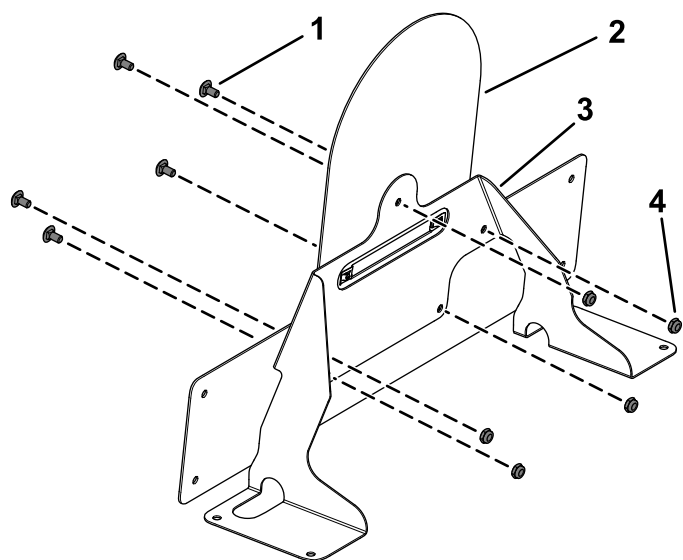

Figura 27
7. Prenda a montagem da placa de velocidade na montagem do marcador utilizando cinco parafusos de carroçaria ($\frac{1}{4} \times \frac{1}{2}$ pol.) e cinco porcas de bloqueio ($\frac{1}{4}$ pol.) como se mostra na Figura 27.